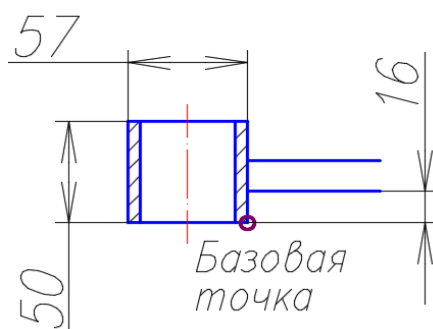

Рис. 107. Элементы оросителя
6.1. Для создания стакана оросителя в свободном месте чертежа вычертить прямоугольник со сторонами 57x50 мм. Разрушить прямоугольник с помощью команды **Расчлнить** (см. рис. 107).